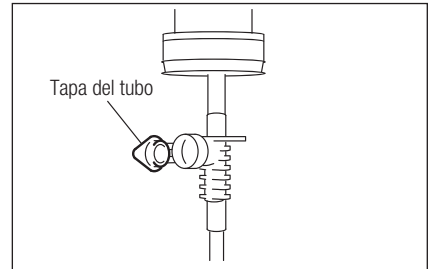

Fig. 14
- 3) Abra el tapón del tubo para introducir aire en la botella/bolsa. (Fig.14)